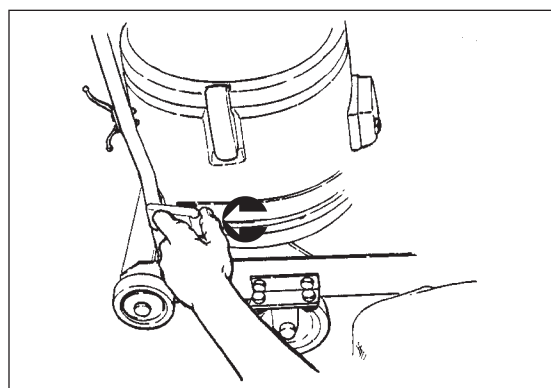

Figure 4
7. Détachez les courroies d'aspiration en dégonflant le loquet de tirage. La courroie d'aspiration revient élastiquement. Le dispositif d'aspiration peut être enlevé en le relevant du châssis du chariot. (Voir Figure 4)